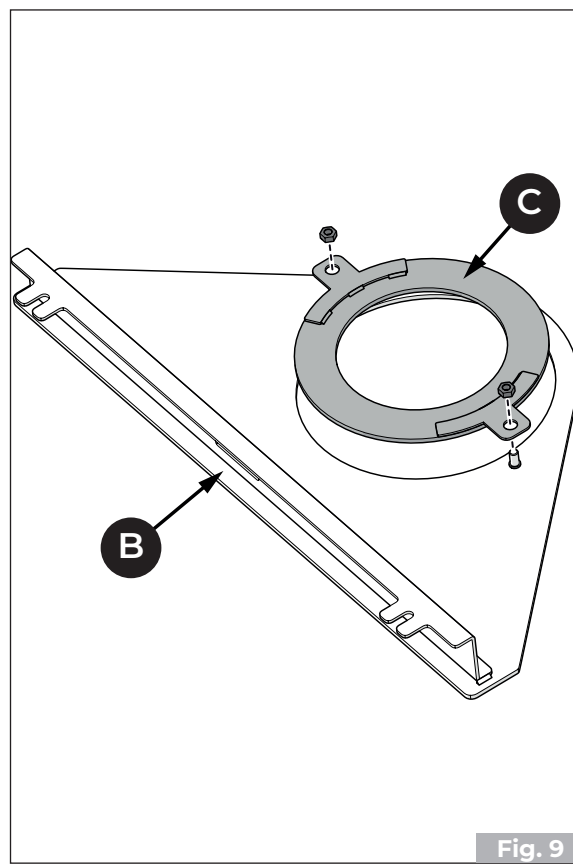

Fig. 9
- Ruotare il piano **(B)** e togliere il supporto **(C)** .**(Fig. 9)**